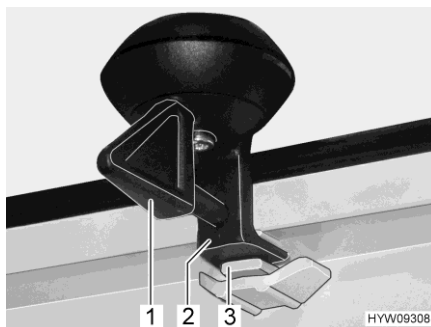

Fig. 46 Bloqueo (posición de ventilación)
- Girar la palanca (Fig. 46,1) un cuarto de vuelta. El bloqueo (Fig. 46,2) tiene que deslizarse al interior de la escotadura superior (Fig. 46,3).